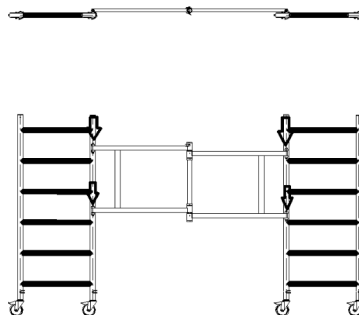

Rys. 64. Montaż zestawu kołowego
1. Zamontować zestaw kołowy 150 mm w kolumnach drabin blokując je zawleczkami (Rys. 64).